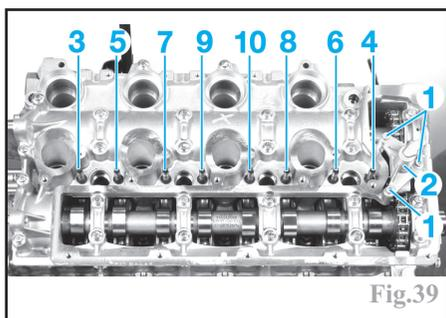

Fig.39
- les trois vis (1) du tendeur de chaîne (2) (Fig.39).
- le tendeur de chaîne de distribution (2).
- les colonnettes de fixation d'injecteur dans l'ordre indiqué de (3) à (10).